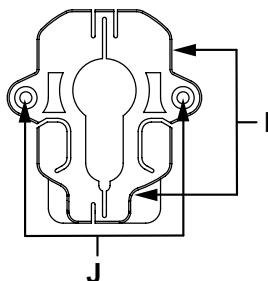

Abb. 7: Befestigungssockel
- Setzen Sie den Befestigungssockel auf den überstehenden Teil des Schließzylinders auf (Türblatt **(R)**). Lockern Sie dazu, falls notwendig, die beiden Schrauben **(I)** (s. Abbildung 7) am Befestigungssockel ein wenig.